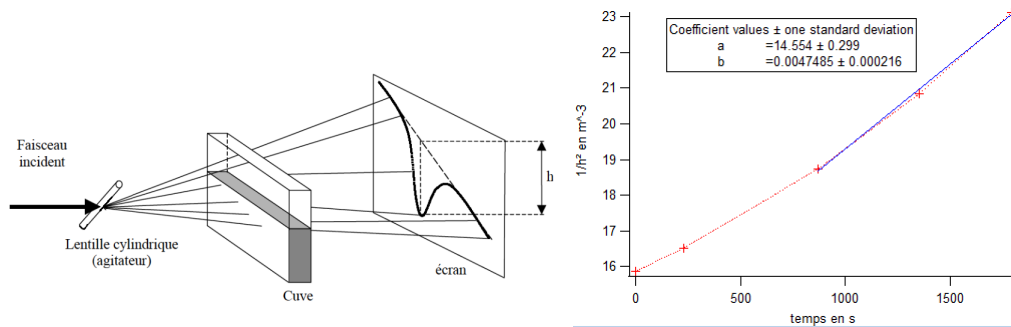

FIGURE 2 – Mesure optique de la diffusivité du glycérol dans l'eau : montage (à gauche) et points expérimentaux + ajustement (à droite)
**Exploitation des mesures :** Les rayons lumineux qui traversent la cuve ressortent non déviés s'ils ne traversent que des milieux d'indice homogène. Dans les zones d'eau pure ou de mélange homogène (loin de l'interface, quoi), c'est le cas. Mais dans la zone autour de l'interface, il existe un gradient d'indice optique orienté vers le bas, et les rayons lumineux sont déviés vers le bas lors de la traversée. On observe donc un faisceau déformé comme sur la figure 2. (NB : le fait d'éclairer avec une feuille de lumière à 45° permet de sonder simultanément toutes les couches du mélange et la déviation associée, et on fait apparaître directement la gaussienne de diffusion qui nous permet de remonter à la largeur de l'interface!)